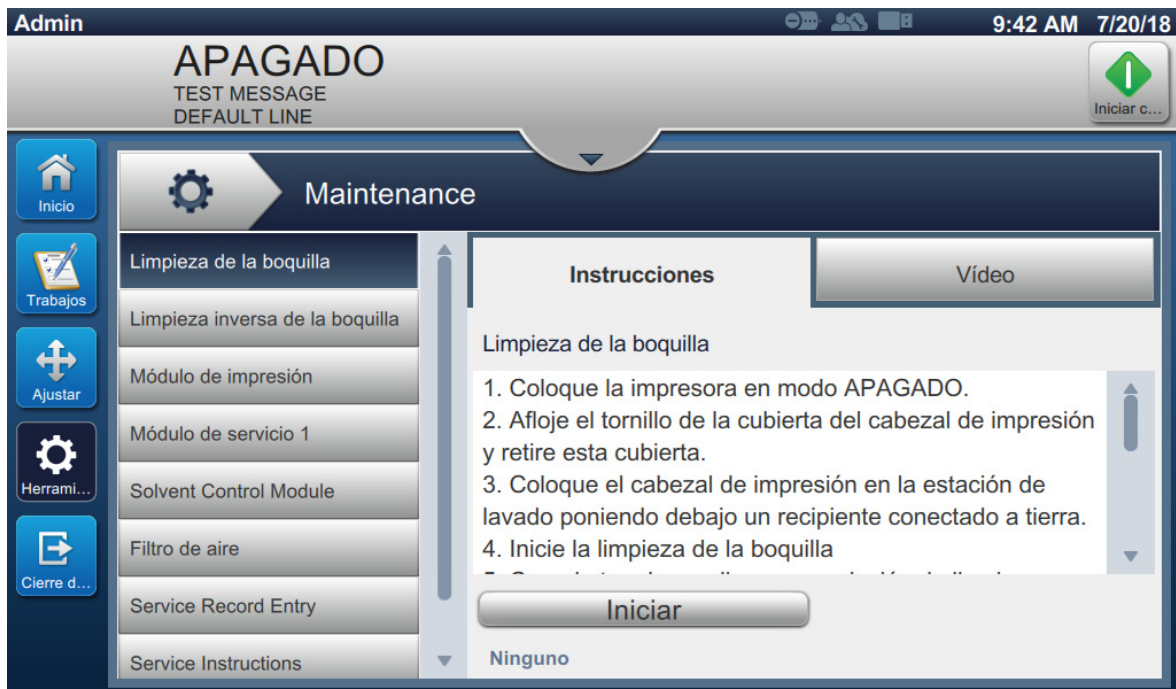

Figura 6-22. Maintenance (Mantenimiento)
1. Pulse el botón  de la pantalla Herramientas. Se abrirá la pantalla Mantenimiento, como se muestra en la Figura 6-22.